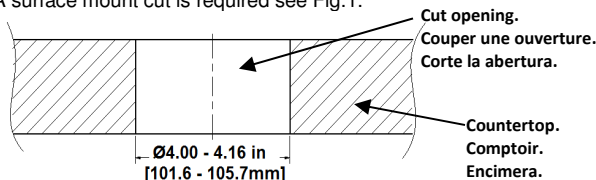

Fig. 1
- The countertop to be used should assure the area near the product's lock nut gasket be smooth and clean with no irregularities. A surface mount cut is required see Fig. 1.
- La surface du comptoir où sera fixé le joint du contre-écrou doit être lisse, propre et sans irrégularités. une coupe pour montage en surface est requise. Consulter la Fig. 1.
2. El mostrador para ser utilizado debe asegurar la zona junto a la tuerca y junta de fijación del producto de estar lisa y limpia sin irregularidades.corte de montaje en superficie véase Fig. 1.